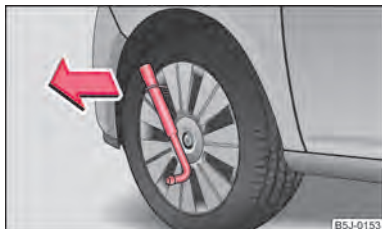

Fig. 135 Smontare il copriruota
- Introdurre la chiave attraverso la staffa, sostenere la chiave sul pneumatico e rimuovere la mascherina ⇒ fig. 135.